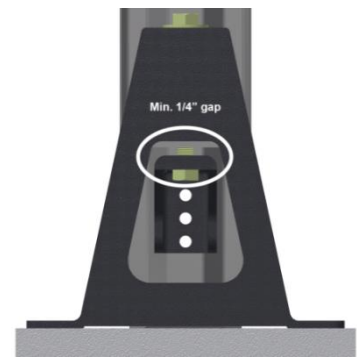

Figura 5: Deje un espacio de 1/4" (+/- 1/8") entre el canal C y el soporte.
12. La parte superior del canal C **NO DEBE** estar contra el conjunto del soporte: debe mantenerse un espacio libre de 1/4" (+/- 1/8"). (**Figura 5**)